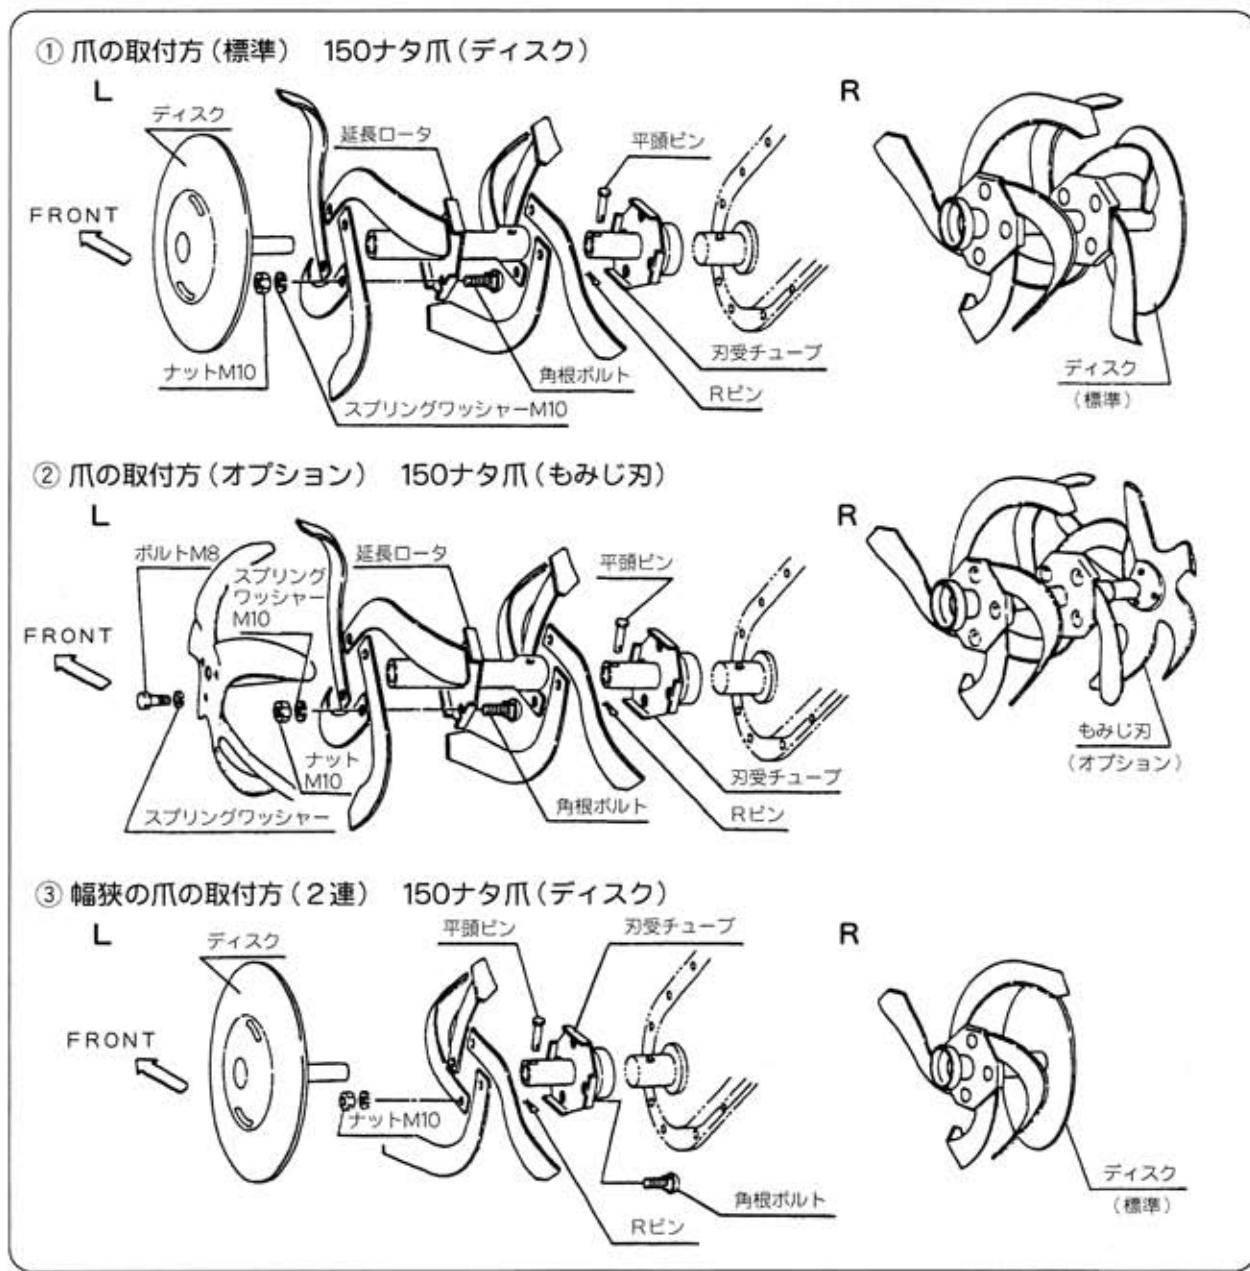

図2
- 爪は向きと回転方向を確認して、上図（図2-①、②）のように取付けてください。
- 作業幅30cmのときには、上図（図2-③）のように取付けてください。